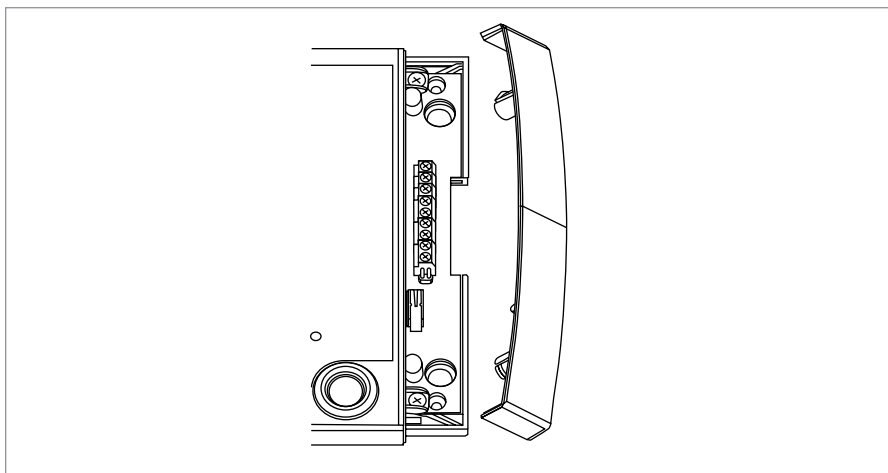

Рисунок 11. Снятие передней панели блока
4. Снимите переднюю боковую крышку блока Рисунок 11.